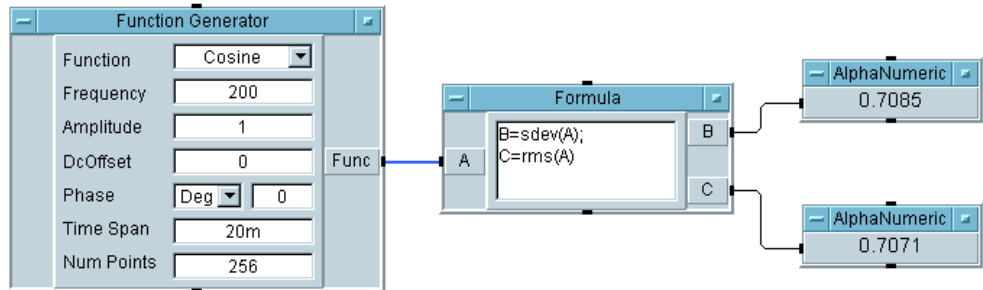

図 4-8. Formula オブジェクトを 1 つだけ使った VEE 関数
9. プログラムを実行します。図 4-8 のように表示されます。